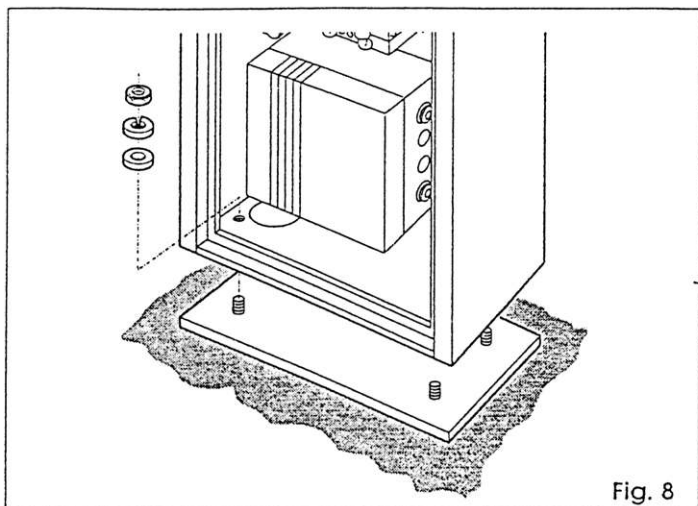

Fig. 8
- 1) zamocować stojak na płycie fundamentowej przy pomocy czterech nakrętek z wyposażenia ja na rys.8. Zwrócić uwagę, że pokrywa stojaka powinna znajdować się po stronie wewnątrz posesji.